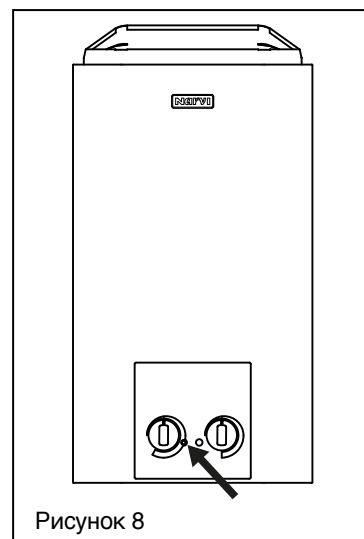

Рисунок 8
- В случае чрезмерного повышения температуры в сауне, ограничитель отключит каменку от электросети. Каменка может быть включена снова, для этого нужно включить ограничитель температуры, нажав на него тупым предметом через отверстие  $\varnothing$  3 мм в торце электрической коробки. Смотрите рисунок 8.